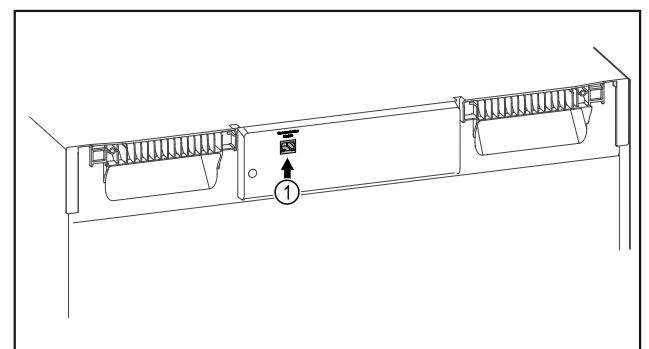

Fig. 114
- SmartModule Fig. 114 (1) er installert.